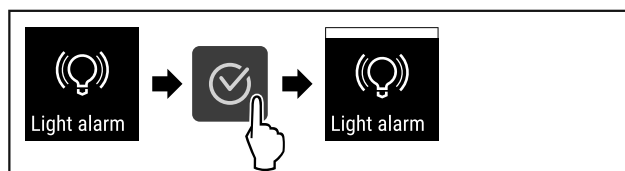

Fig. 98
- ▶ Følg anvisningene (se Fig. 98) .